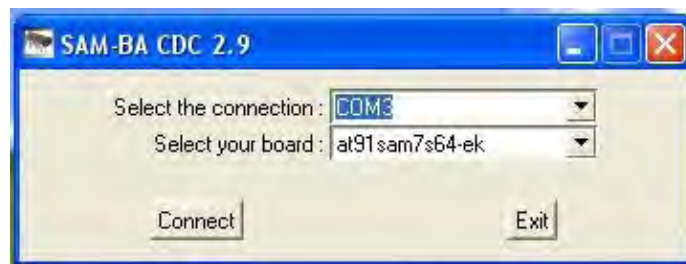
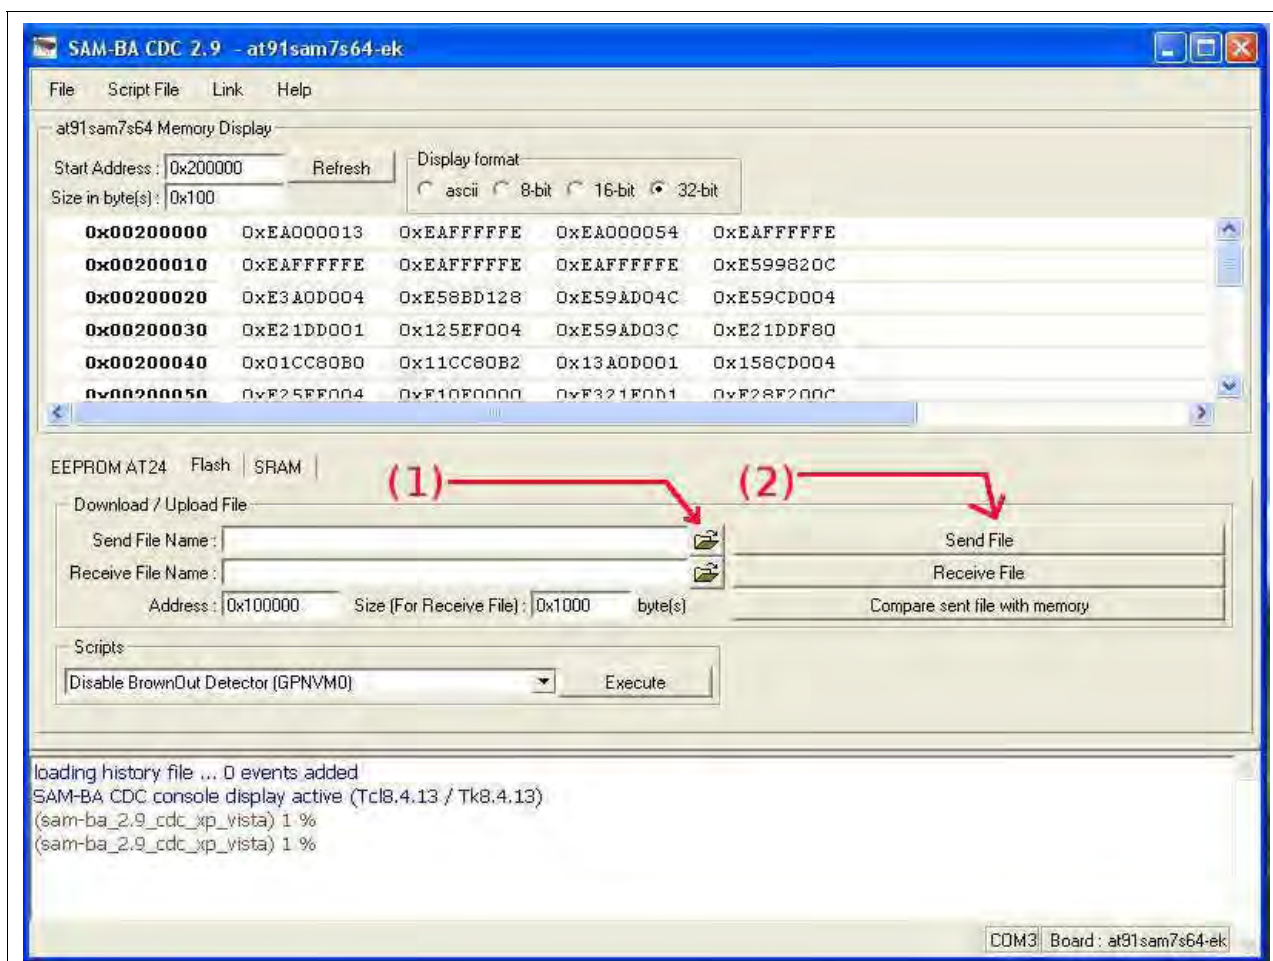

Figura 22:
Figura 23:
Una vez que el programa está abierto, sale la ventana mostrada en figura 22.
11. En la lista “*Select your board:*”, **se debe seleccionar la voz “at91sam7s64-ek”**, como se muestra en la figura 22. Si no, la programación no llegara a la fin y dejará la TB sin funcionar. Si pasa ésto, hay que empezar otra vez la programación y seleccionar la 'board **at91sam7s64-ek**' de manera correcta. A continuación pulsar “*Connect*” para iniciar la aplicación de boot. La aplicación aparece como se muestra en la figura 23.
Ahora seleccionar, presionando el botón (1) de la figura 23, el archivo de descargar en la *Universal Live Timing Box* y entonces lanzar el download presionando el botón (2) de la figura 23. Durante el download, la aplicación genera dos preguntas para el usuario, que debe responder "yes" a la primera y "no" a la segunda. Terminada la actualización, salir de la aplicación de boot seleccionando la voz "File", y luego "Quit". Ahora la *Universal Live Timing Box* está actualizada y se puede entonces desconectar del PC.